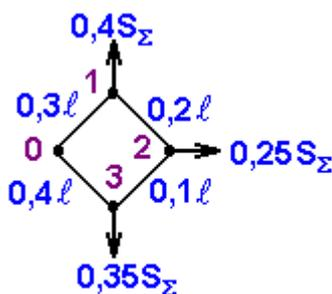

Рисунок 31
**Вариант 9.** Для схемы однородной кольцевой электрической сети  $U_H = 110$  кВ (рис.31) суммарной длиной  $\ell$  определить: